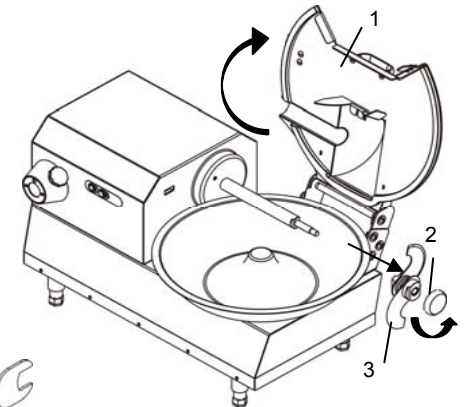

Рис. 6.4.1
- Открутить ручку "2" Рис. 6.4.1
- Снять втулку блока ножей "3" Рис. 6.4.1
- Блокировать втулку ручкой "2" Рис. 6.4.1.